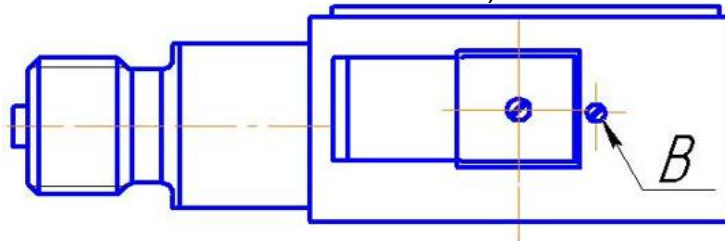

Рис.6. Вид датчика с разъемом, где В – винт.
- При необходимости произвести корректировку сдвига (нуля) при отсутствии измеряемого параметра. Открутить винт (см. рис.6), расположенный над разъемом и удерживать кнопку в нажатом состоянии от 1 до 3 секунд. При отпускании происходит обнуление, если значение давления на индикаторе не превышает $\pm 5\%$ от диапазона измерения.
При нажатии на кнопку (см. рис.6) от 1 до 3 сек и дальнейшем отжатии кнопки – происходит обнуление датчика (корректировка нуля возможна, если значение давления на индикаторе не превышает $\pm 5\%$ от диапазона измерения). При нажатии на кнопку от 3 до 5 сек – на ЖКИ выводится текущий предел измерения – только для многодиапазонных датчиков с ЖКИ индикатором. Для возврата прибора в рабочий режим необходимо отпустить кнопку.